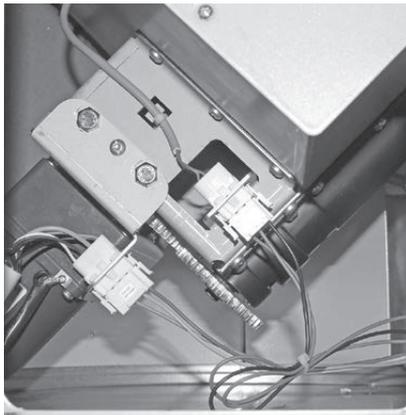

Fig. 51 Inserire i connettori del motore della coclea e dell'interruttore di prossimità
- Inserire i connettori del motore della coclea e dell'interruttore di prossimità – Fig. 51.